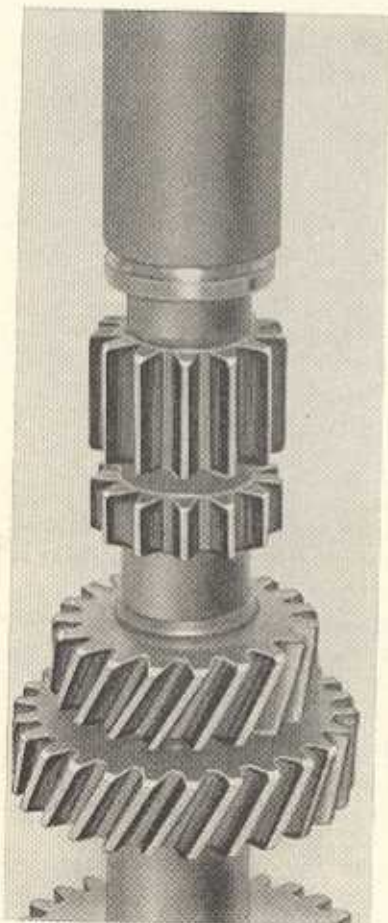

Bild G 125. Schrägkugellager-Innenringhälfte aufschlagen
1. Schrägkugellager-Innenringhälfte (QJ 205) auf hintere Antriebswelle mit Schlaghülse schlagen (Bild G 125).